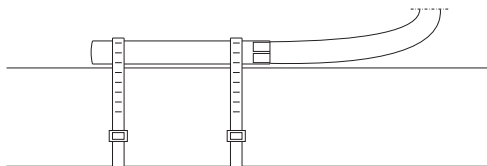

Рис.7 Спосіб кріплення датчика до труби
2. Встановити датчик температури (за допомогою затискаючи зажимів) безпосередньо на трубі (Рис.7) - місце монтажу треба вибрати залежно від функції, яку повинен виконувати регулятор.